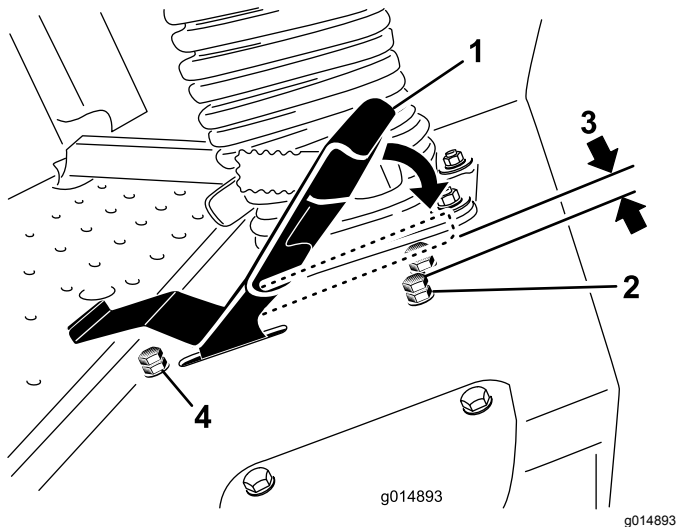

Figura 47
- Allentate il controdado sul bullone di fermo del pedale della trazione (Figura 47).